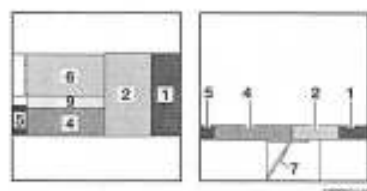

Fig. 101 Après la transformation
- Tirer le coussin d'assise (Fig. 101,2) de la banquette longitudinale vers le centre.
- Placer le coussin de dossier (Fig. 101,1) de la banquette longitudinale entre le coussin d'assise et la cloison.
- Tirer le coussin d'assise (Fig. 101,6) vers l'avant sur la table.
- Rabattre le coussin de dossier (Fig. 101,4) et le tirer vers le centre.
- Placer le coussin supplémentaire (Fig. 101,9) entre le coussin de dossier et le coussin d'assise.